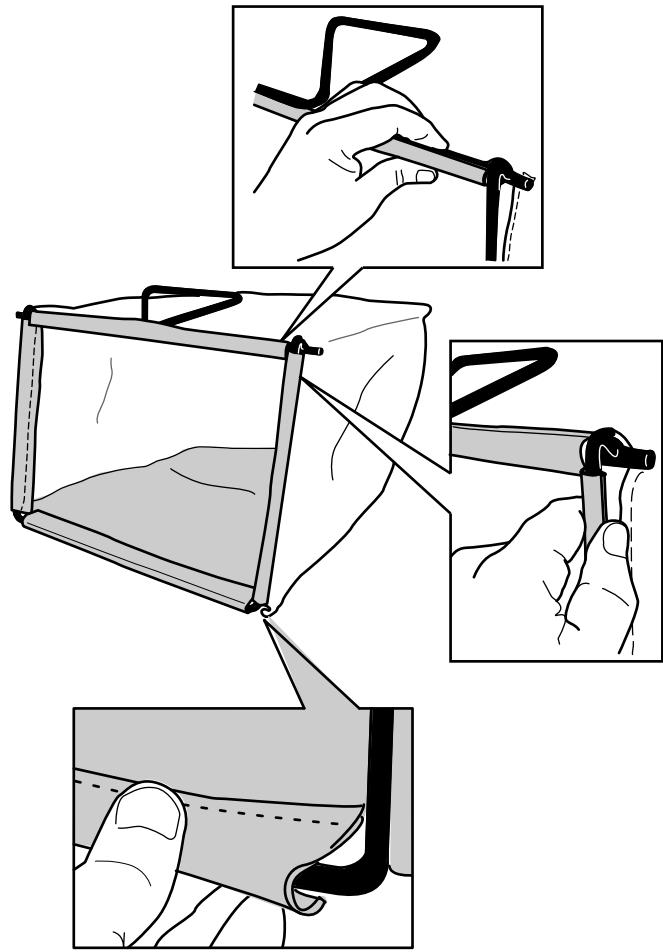

Figura 12
2. Agganciate il canale inferiore del cesto sul fondo del telaio (Figura 12).
3. Agganciate i canali superiore e laterali del cesto rispettivamente sulla parte superiore e quelle laterali del telaio (Figura 12).